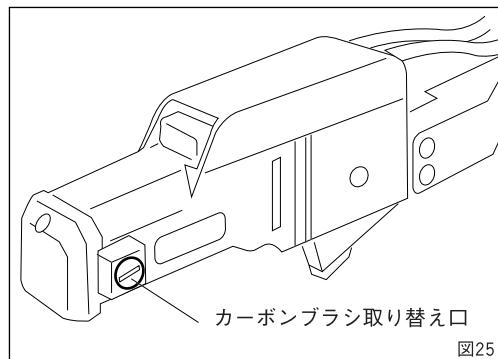

図25
6.カーボンブラシの交換(図25)
- ① カーボンブラシ取り替え口の蓋をマイナスドライバー等で外して中にあるカーボンブラシを交換してください。